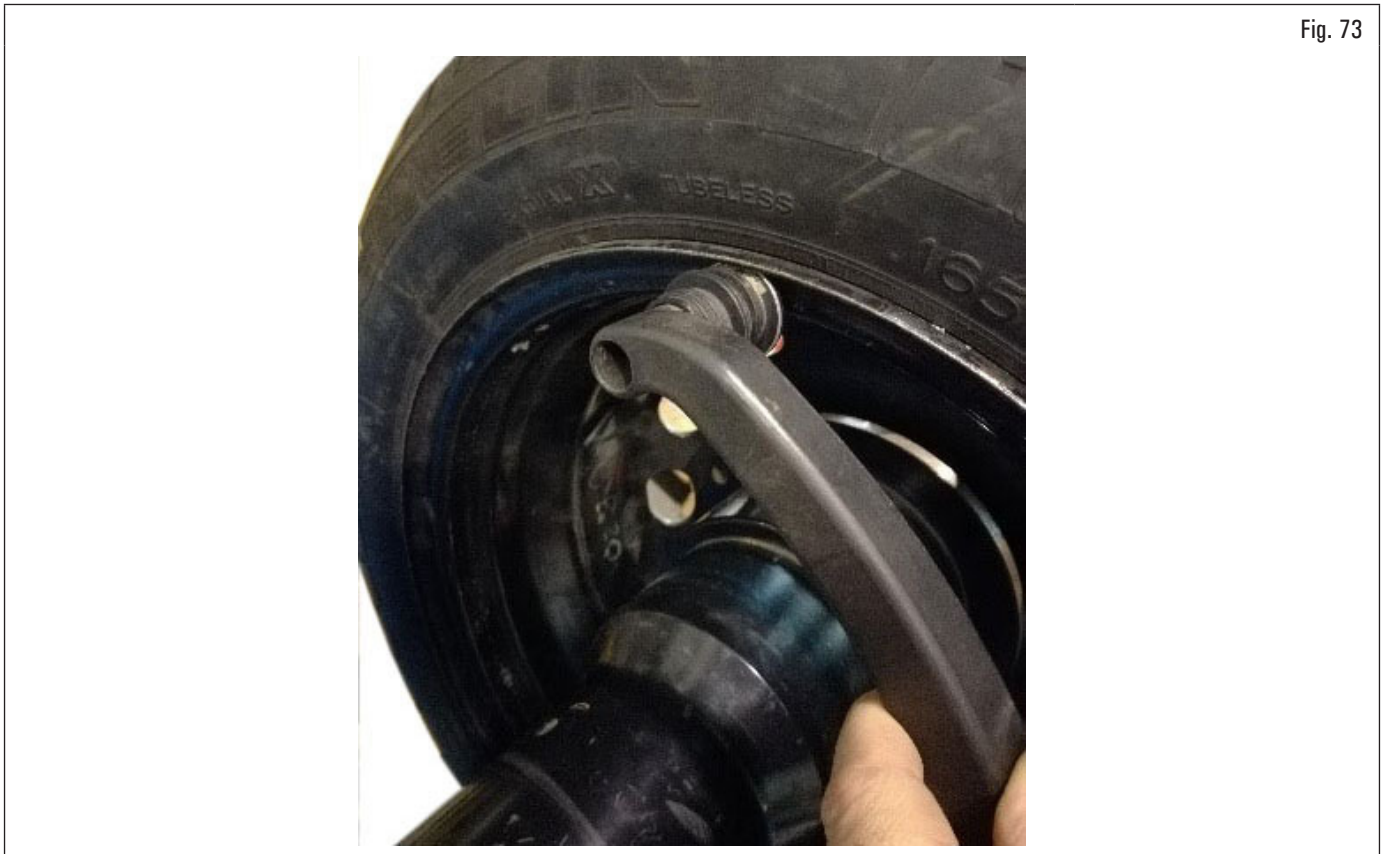

Fig. 73
Mettre la tige graduée contre le bord interne de la jante (Fig. 73) en position de mesure et maintenir cette position pendant quelques secondes. L’indication de mesure saisie est donnée par l’affichage de la valeur relevée (modalité statique) (voir Fig. 74).
- Pour réaliser une mesure pour les modalités ALU-S et STATIC : extraire la tige automatique et atteindre la position à mémoriser (voir ex. Fig. 73), la maintenir pendant quelques secondes. L’indication de mesure saisie pour le premier point est donnée par l’affichage de la valeur de diamètre où appliquer le poids (modalité statique, Fig. 79). Sans remettre la tige en position initiale, extraire à nouveau la tige automatique et atteindre la position à mémoriser pour le second point. Maintenir cette position pendant quelques secondes. L’indication de mesure saisie pour le second point est donnée par l’affichage des valeurs relevées d’application de deux poids (voir Fig. 80).